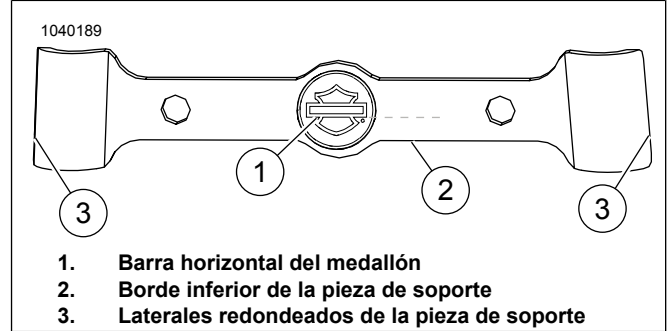
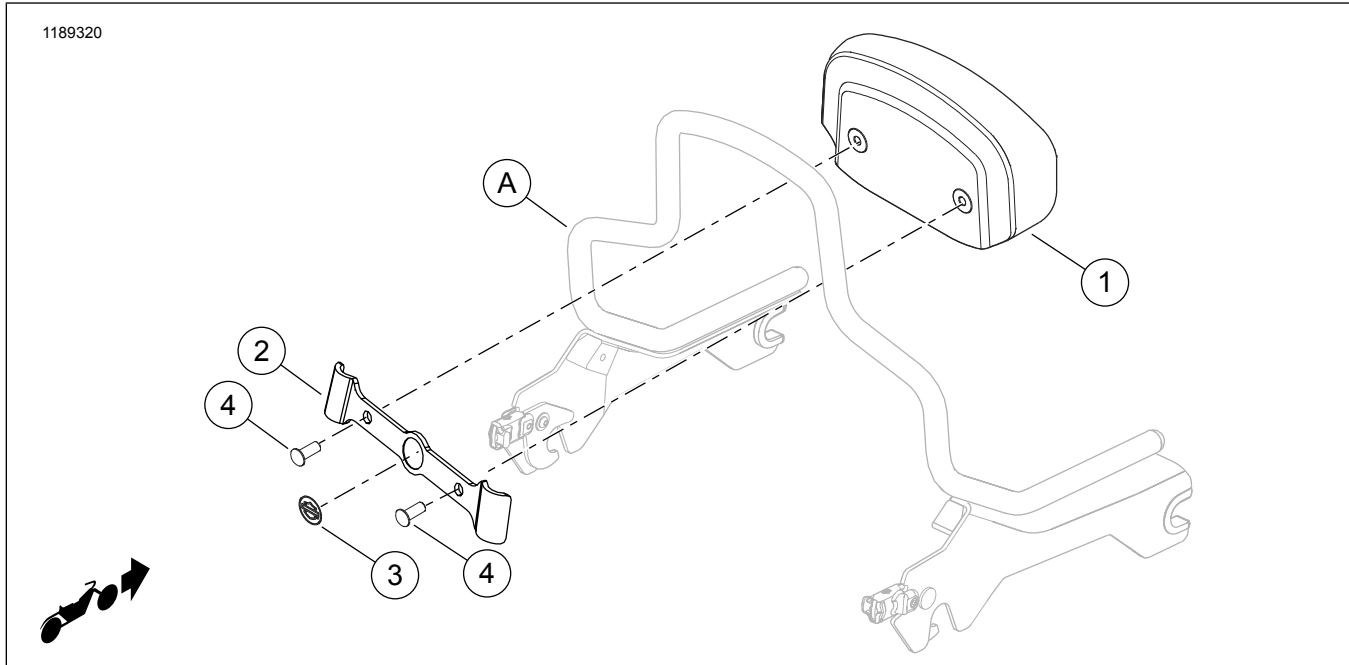

Figura 2. Alineación del medallón
Figura 3. Piezas de servicio: Kits compactos de la almohadilla del respaldo de Softail
Vea la Figura 3 y la Tabla 1 .
Vea Figura 2 . Los lados de la pieza de soporte (3) no son simétricos. En la parte superior, el ancho es más angosto que en la parte inferior.
Vea Figura 2 . Alinee la barra horizontal (1) en el medallón con el borde inferior (2) de la pieza de soporte. Estas dos deben estar paralelas.
1. Vea Figura 3 . De ser necesario, corte el sello plástico contra la lluvia de los dos agujeros precortados del tornillo en la almohadilla del respaldo (1) para evitar que el plástico se enganche en las roscas.
3. Retire el forro adhesivo de los lados izquierdo y derecho de la pieza de soporte (3).
- Vea Figura 2 . Los lados de la pieza de soporte (3) no son simétricos. En la parte superior, el ancho es más angosto que en la parte inferior.
- Utilice una mezcla de 50:50 de alcohol isopropílico y agua para limpiar la superficie de la pieza vertical (A) antes de instalar la pieza de soporte (2). Deje secar completamente. Instale a temperatura ambiente. 10–32 °C (50–90 °F)
5. Coloque y presione firmemente la pieza de soporte (2) sobre la parrilla portaequipajes.
6. Vea Figura 3 . Introduzca un tornillo (4) del kit en la pieza de soporte (2) y enrósquelo con cuidado 4 a 5 vueltas en el agujero de acoplamiento en la almohadilla del respaldo. Repita con el otro tornillo. **NO apriete un tornillo hasta que se hayan iniciado ambos tornillos.**